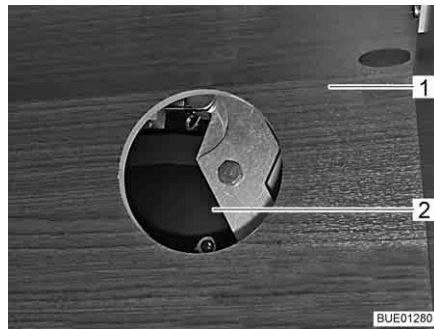

Fig. 117 Accès à l'entraînement
- Suivant le modèle, ouvrir le portillon du meuble haut (Fig. 117,1) et retirer le couvercle de l'ouverture d'accès (Fig. 117,2).